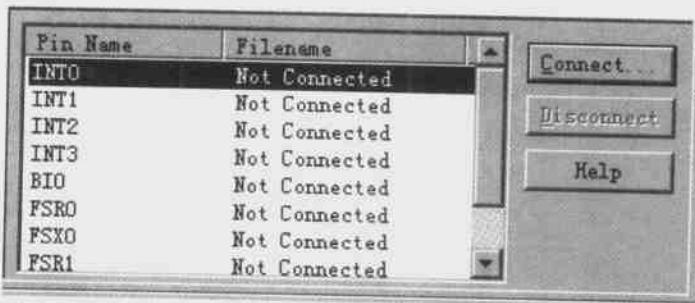

图 3.32 Pin Connect 窗口
② 从 Tool 菜单下选择 Pin Connect 命令,将弹出如图 3.32 所示的窗口,该窗口中所有外部引脚都没有连接(not connected)。